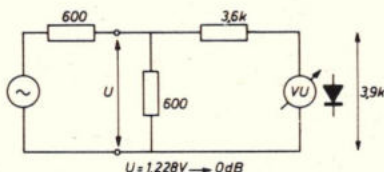

Fig. 3. Elektrisch schema van een VU-meter zoals vastgelegd in de norm ASA C 16-5.
waarden terugvalt op een, veel lagere, verzadigingswaarde (fig. 3). Zowel de piekwaarde als de verzadigingswaarde nemen toe bij toenemende waarde van het statische veld H_1 . Verder bleek het mogelijk bubble-snelheden van 500 m/s te bereiken door het aanleggen van een veld H_1 van voldoende sterkte. Zonder dit veld is de snelheid slechts 20 tot 50 m/s.
- ingangsimpedantie (fig. 3) 7,5 kΩ